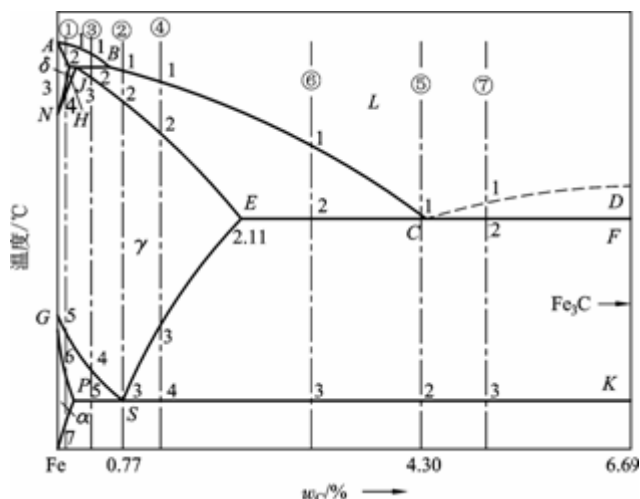

图 3 Fe-Fe₃C 亚稳平衡相图
四、（20分）如图3的二元合金相图，
- 画 Fe-Fe₃C 亚稳平衡相图如图 3 所示。